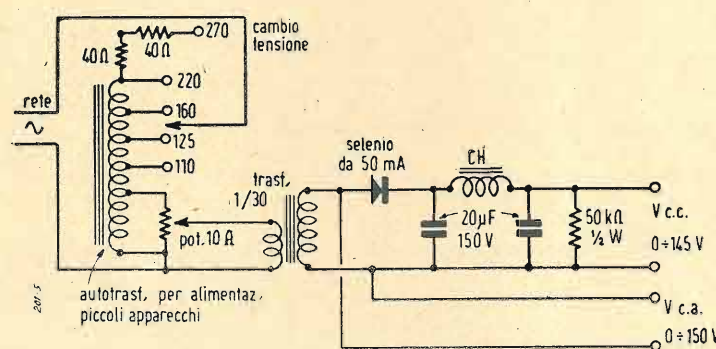

Fig. 4. - Schema di principio di alimentatore di piccola potenza per tensioni variabili con continuità.
- per l'alimentazione di un microamperometro che convenientemente fornito di scala per gli ohm e con adatta resistenza in serie (vedi fig. 4) può funzionare da
Per questi scopi è sufficiente realizzare come indicato in fig. 4 un generatore di piccola potenza. Come si vede il materiale è molto facilmente reperibile in ogni QRA. Un piccolo autotrasformatore alimenta con circa 6 V un potenziometro di 10  $\Omega$
Montaggio sperimentale dell'alimentatore di cui alla fig. 4.